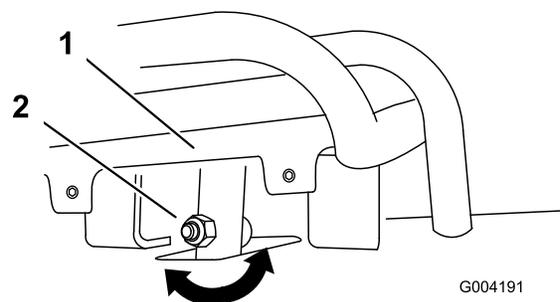
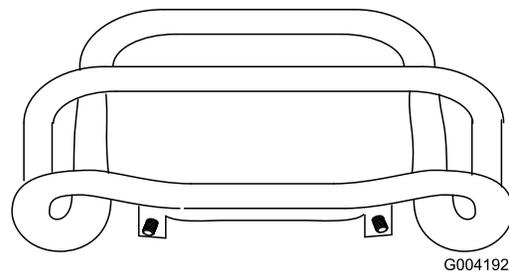

Figura 52
Figura 53
alla barra di riferimento, allentate il dado e imbullonate lo stelo del comando della trazione (Figura 52).
5. Regolate il comando della trazione in modo che rimanga a filo con la barra di riferimento quando viene tirato all'indietro (Figura 52 e Figura 53).
- C. Allentate il dado flangiato e il bullone nello stelo del comando della trazione (Figura 52).
I. Regolate il comando della trazione in modo che rimanga a filo con la barra di riferimento quando viene tirato all'indietro (Figura 52 e Figura 53).